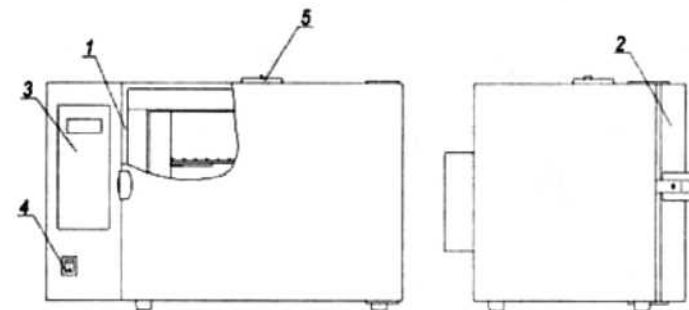
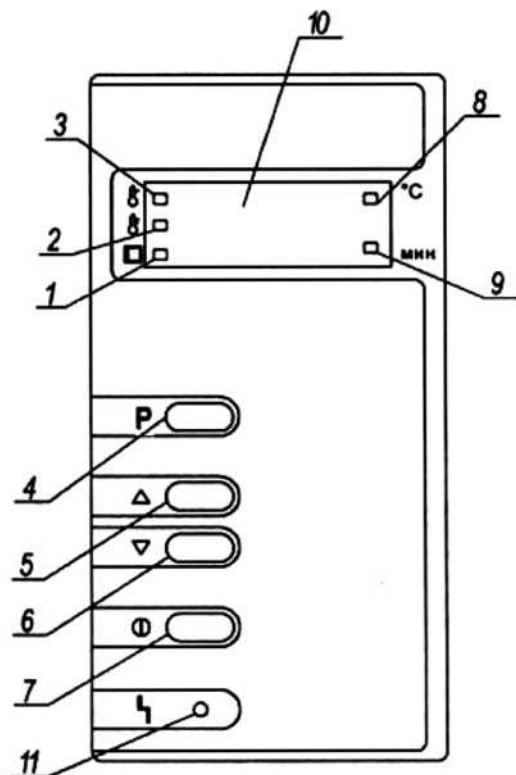

Рисунок 1 - Стерилизаторы ГП МО. Общий вид
Рисунок 2 - Расположение органов управления стерилизатором на блоке управления
1.4.1 Общий вид стерилизатора представлен на рис. 1 и 2.
Установить выключатель (поз.4, рис. 1) в положение "I". На блоке управления загорится индикатор (поз.8, рис. 2), информационное табло (поз.10, рис.2) показывает текущую температуру в стерилизационной камере.
Для выбора программы стерилизации нажать на кнопку "P" (поз.4, рис.2) и выбрать нужную программу путем нажатия на одну из кнопок "Δ", "▽" (поз.5, 6, рис.2).
Для запуска выбранной программы кратковременно (не более 2 сек) нажать на кнопку "ⓘ" (поз.7, рис. 2). Стерилизатор перейдет в фазу "ПОДГОТОВКА". Информационное табло индицирует изменение температуры в камере. Происходит нагрев до установленного значения температуры.
"СТЕРИЛИЗАЦИЯ". Включается светодиодный индикатор "СТЕРИЛИЗАЦИЯ" (поз.3, рис. 2), информационное табло попеременно индицирует время выдержки и текущую температуру в камере. Происходит выдержка при заданной температуре, по истечении которой стерилизатор переходит в фазу "ОХЛАЖДЕНИЕ".
В фазе "ОХЛАЖДЕНИЕ" индикатор продолжает показывать изменение температуры в камере и горит индикатор "ОХЛАЖДЕНИЕ" (поз.2, рис. 2). Температура в камере падает. При понижении температуры до 75°C гаснет индикатор "ОХЛАЖДЕНИЕ", загорается индикатор "ВЫГРУЗКА" (поз.1, рис. 2) и звучит прерывистый звуковой сигнал, который выключается через 1 минуту.
2.3.3 Установить выключатель (поз.4, рис. 1) в положение " I ". На блоке управления загорится индикатор (поз.8, рис. 2), информационное табло (поз.10, рис.2) показывает текущую температуру в стерилизационной камере.
В алгоритм управляющей программы стерилизатора заложена возможность автоматического запуска прерванной (в результате кратковременного пропадания питающего напряжения) программы. Если после включения произошел автоматический запуск программы, то для ее остановки необходимо нажать на кнопку (I) (поз.7, рис.2) и удерживать в течение 3 секунд.
Программа запоминает в энергонезависимой памяти номер последней программы, запущенной на исполнение. Для ее повторного запуска можно сразу нажать на кнопку "(I)" (поз.7, рис. 2), не производя перебор программ,
2.3.2 Для запуска выбранной программы кратковременно (не более 2 сек) нажать на кнопку "(I)" (поз.7, рис. 2). При этом включится вентилятор принудительной циркуляции воздуха внутри стерилизационной камеры и стерилизатор перейдет в фазу "ПОДГОТОВКА", Информационное табло индицирует изменение температуры в камере. Происходит нагрев до установленного значения температуры.
При необходимости запущенную программу можно остановить, нажав на кнопку "(I)" (поз. 7, рис.2) и удерживать в течение 3 секунд. Эту остановку можно выполнить в любой фазе стерилизации.
2.3.3 При достижении заданной температуры стерилизатор переходит в фазу "СТЕРИЛИЗАЦИЯ". Включается светодиодный индикатор "СТЕРИЛИЗАЦИЯ" (поз.3, рис. 2), информационное табло попеременно индицирует время выдержки и текущую температуру в камере. Происходит выдержка при заданной температуре, по истечении которой стерилизатор переходит в фазу "ОХЛАЖДЕНИЕ"
2.3.5 При понижении температуры до 75°C гаснет индикатор "ОХЛАЖДЕНИЕ", загорается индикатор "ВЫГРУЗКА" (поз.1. рис. 2) и звучит прерывистый звуковой сигнал, который выключается через 1 минуту.